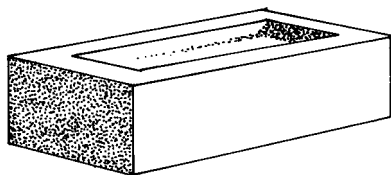

Рис. 1.1. Прессованный кирпич
1. Прессованные — кирпичи с желобком (рис. 1.1).